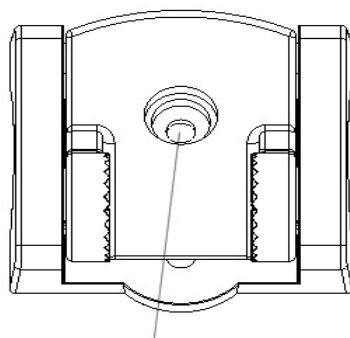

Рисунок 8
- б) Как только вы решите, что нашли идеальное место для постановки излучателя, отделите крепёжную раму от шаблона и отметьте в нём карандашом третье отверстие. (Рисунок 8).